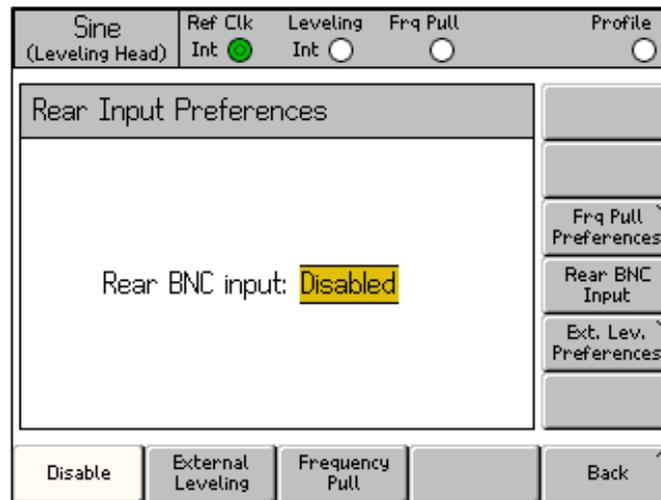

Figure 3-32. Ecran Rear Input Preferences
La Figure 3-32 montre l'écran Rear Input Preferences. Le connecteur BNC d'entraînement de fréquence, de niveau et de modulation avec compteur 50 MHz du panneau arrière peut être configuré comme entrée pour la mise à niveau externe et l'entraînement de fréquence dans la fonction Leveled Sine. La configuration des préférences de mise à niveau externe et d'entraînement de fréquence est décrite plus loin dans ce chapitre.
3. Appuyez sur la touche de fonction Rear Input Preferences pour afficher l'écran Rear Input Preferences montré dans la Figure 3-32.